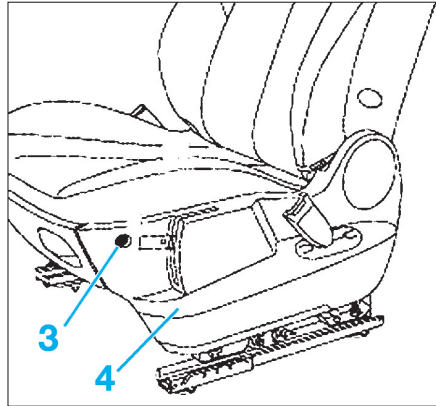
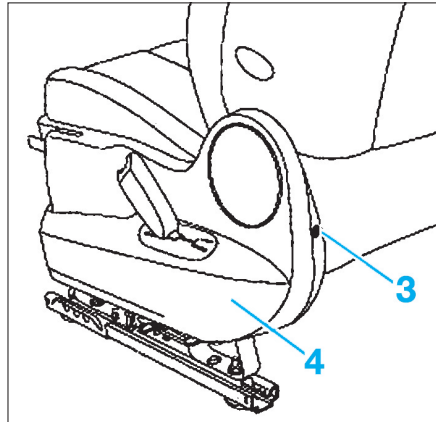

FIG. 19
FIG. 20
- Déposer les vis de fixation (3) de la garniture latérale (4) du siège (Fig.19) et (Fig.20).